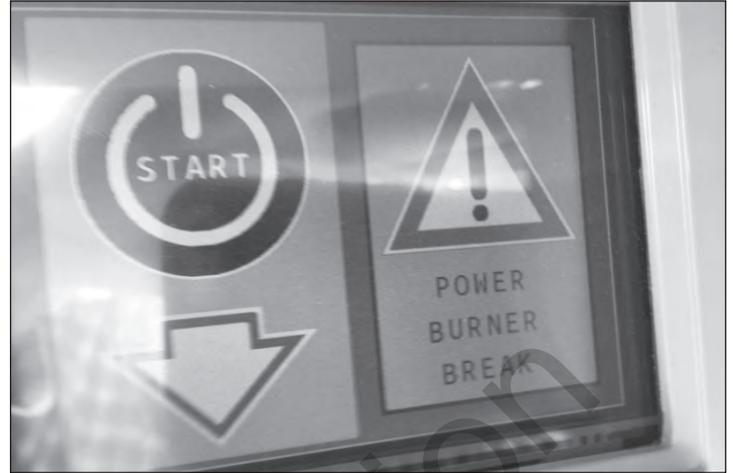

Figure 36
1. Le processus de démarrage s'arrêtera et le module de contrôle affichera la panne, illustré sur la Figure 36.
1. L'appareil de chauffage s'arrêtera automatiquement et le module de contrôle affichera la panne semblable à celle illustrée sur la Figure 36.